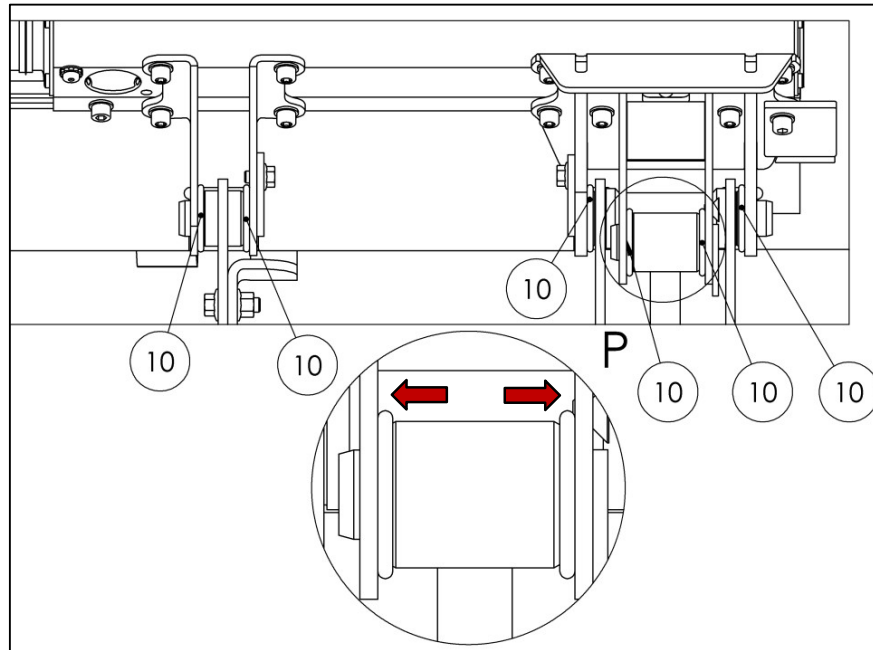

Fig. 63
- Mueva los 6 O-rings premontados (lista de piezas del kit de accesorios - artículo no. 10) a sus posiciones correctas (vea la Fig. 63).